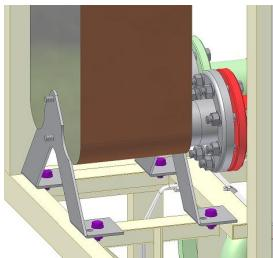

Рис. 6.2-5
6. Разъедините четыре винтовых соединения M12 в нижней части теплообменника (обозначена фиолетовым цветом на рис. 6.2-5).